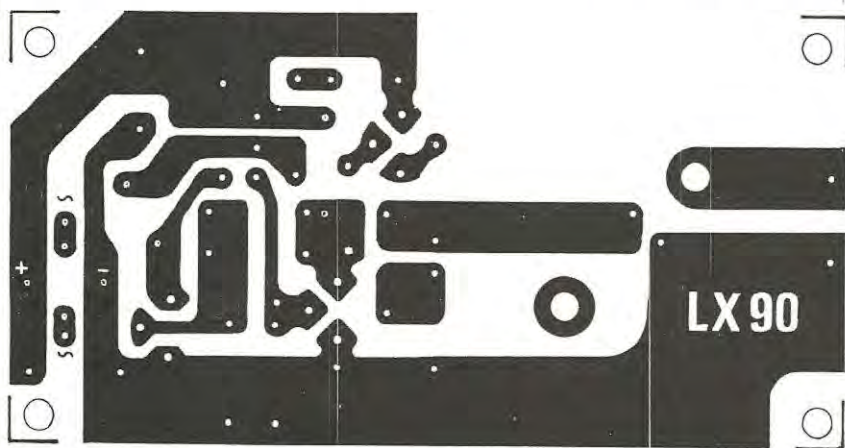

Fig. 2 Circuito stampato a grandezza naturale
**Fig. 2** Questo è il circuito stampato a doppia faccia indispensabile per la realizzazione di questo progetto. Il lettore dovrà collegare le piste superiori con quelle inferiori nei punti dove combaciano i due terminali a dischetto. Questi collegamenti risultano visibili in fig. 3.
In fig. 2 è visibile, riportato a grandezza naturale, il circuito stampato da noi denominato LX70, mentre in fig. 3 viene raffigurata la disposizione dei relativi componenti sul circuito stampato che è visto appunto dal lato in cui i componenti saranno montati.
In fig. 2 è visibile, a grandezza naturale, il circuito stampato denominato LX90, mentre in fig. 3 possiamo vedere la disposizione dei terminali dei transistor; non potrete incorrere in un possibile errore se utilizzerete il circuito stampato fornito da noi, in quanto sullo stesso viene graficamente riportato il disegno pratico con tutte le indicazioni necessarie per agevolare il lettore durante la fase di montaggio ed evitare ad eventuali errori.
In fig. 2 è visibile lo schema elettrico dell'alimentatore da noi denominato LX45.
Fig. 2 schema elettrico